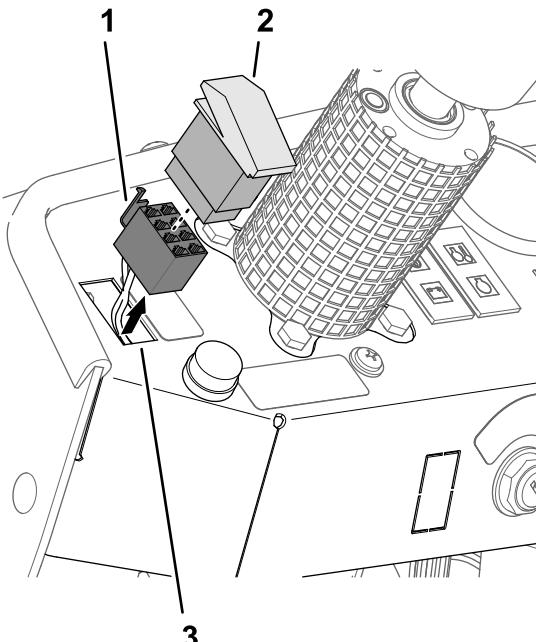

Figura 28
1. Retire el interruptor de las luces del salpicadero (Figura 28).
- Retire el conector hembra de 8 vías marcado HEADLIGHT SWITCH del interruptor de los faros (Figura 28).